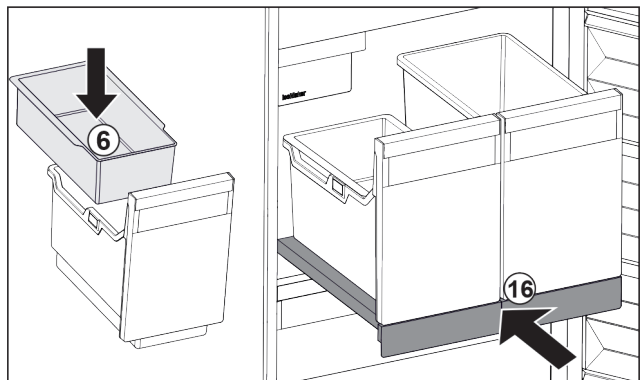

Fig. 25
- ▶ Einhängeschale Fig. 25 (6) für Eiswürfel einsetzen.
- ▶ Auszugsbord mit Behälter (IceTower) einschieben. *Fig. 25 (16)*